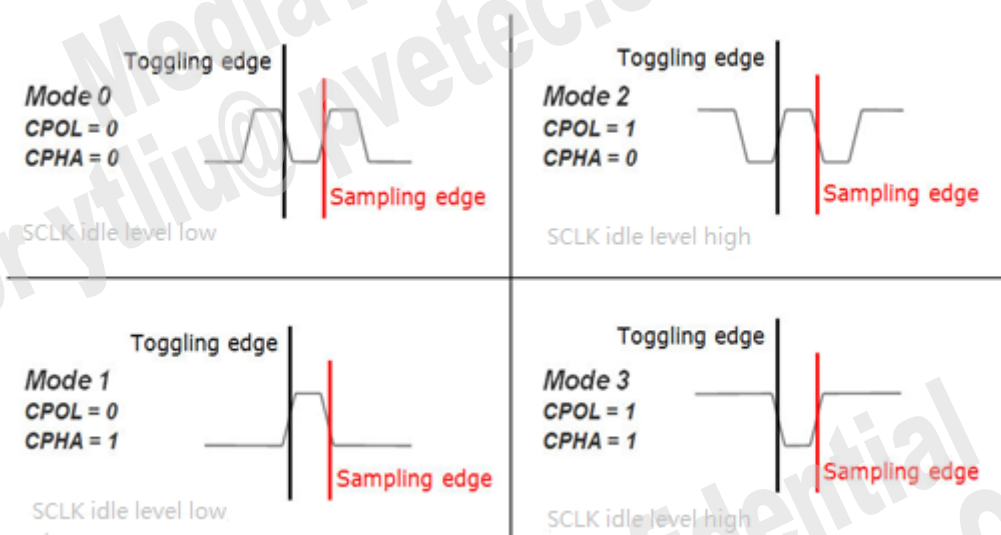

图 1-3. 四种通信模式波形
- 有四种通信模式可用（模式 0、1、2、3），参见图 1-3